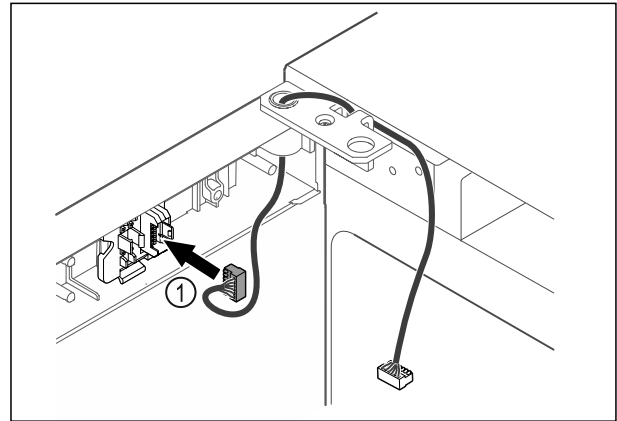

Fig. 48
- ▶ Zasuňte zástrčku Fig. 48 (1) do držiaka zástrčky.